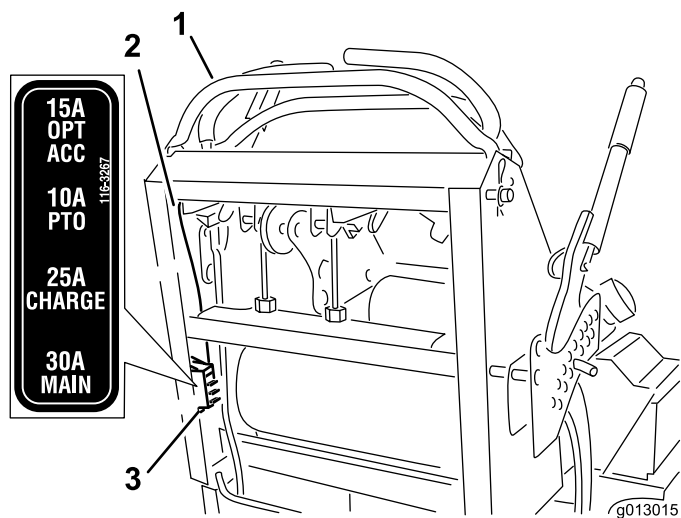

Figura 55
- Tirate il fusibile per estrarlo e sostituirlo (Figura 55).